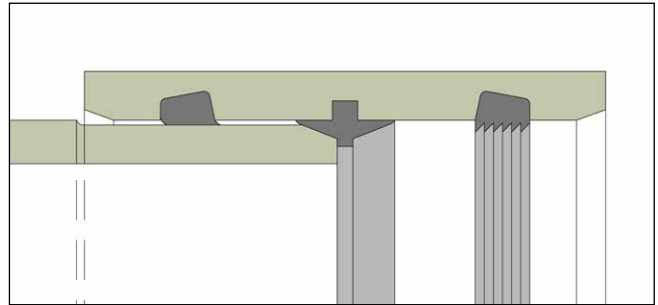

Рис. 23: Муфта FPC
5.1.2. НАПІРНА МУФТА / FPC, REKA (РИС. 23)